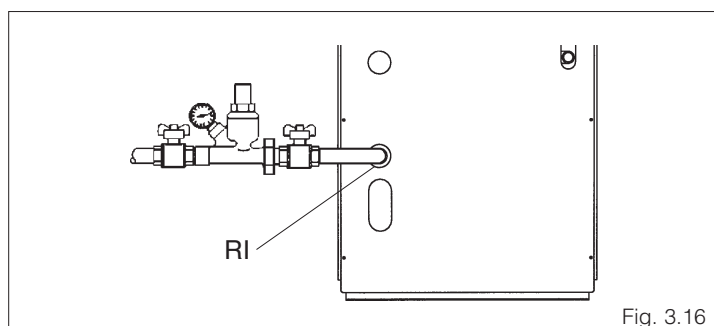

Fig. 3.16
- Cerrar todas las llaves de la red del agua (fig. 3.16).